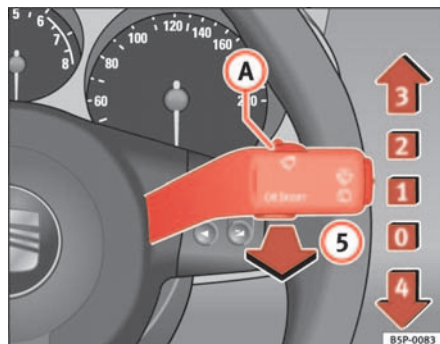

Abb. 82 Scheibenwischer- und Scheibenwascherhebel
Der Scheibenwischerhebel \Rightarrow Abb. 82 hat folgende Stellungen:
- Wenn bei eingeschalteter Wischerstufe ② ⇒ Seite 122, Abb. 82 oder ③ das Fahrzeug anhält, wird automatisch auf die nächste Stufe heruntergeschaltet. Fährt das Fahrzeug wieder an, wird erneut auf die eingestellte Wischerstufe hochgeschaltet.